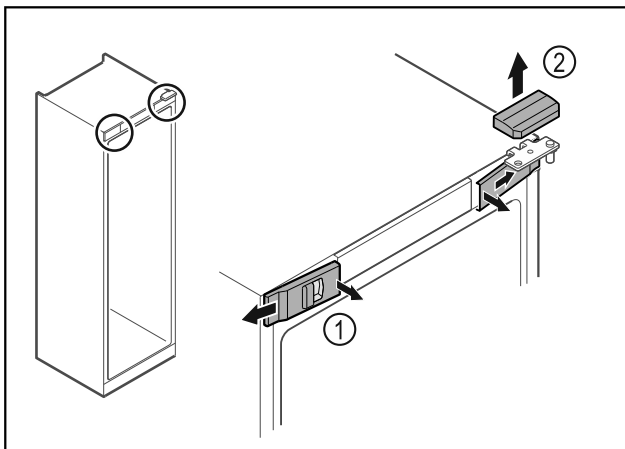

Fig. 7*
- ▶ Voorste afdekkingen Fig. 7 (1) binnen ontgrendelen en naar de zijkant toe verwijderen.*
- ▶ Bovenste afdekking Fig. 7 (2) naar boven toe verwijderen.*